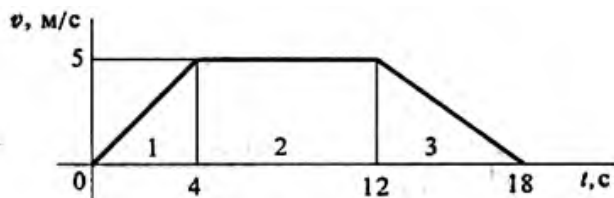

Рисунок 28
2. График изменения скорости лифта при подъеме известен (рис. 28). Масса лифта с грузом 2800 кг. Определить натяжение каната, на котором подвешен лифт на всех участках подъема.